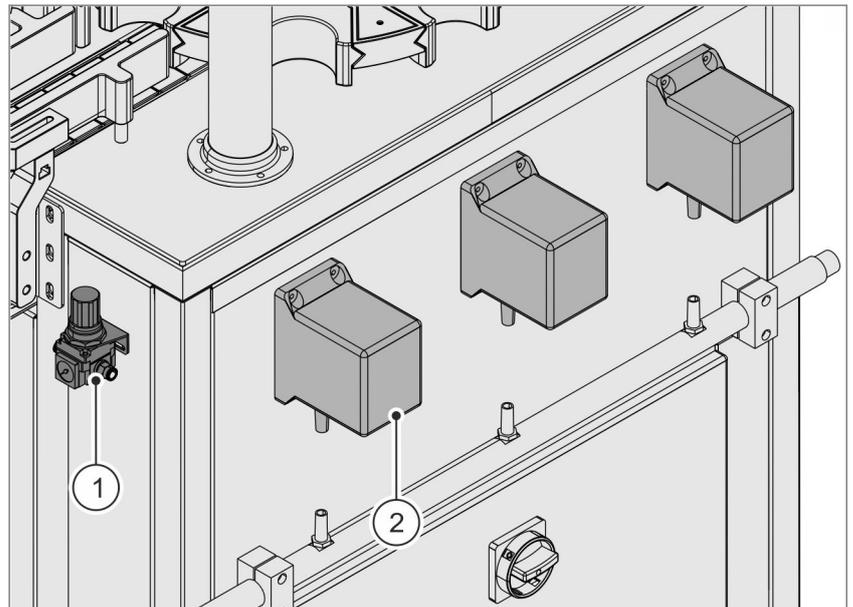

Abb. 14 Druckerhöhungspumpen (Option)
- ① Druckregler Pumpen
- ② Druckerhöhungspumpen
Die Druckerhöhungspumpen (Druckluftmembranpumpen, Abb. 14/②) werden bei Befüllungen ohne vorgelagerten Abfüllmediumtank benötigt, z. B. wenn nicht-CO₂-haltige Abfüllmedien abgefüllt werden.
Über den Druckregler Abb. 14/① wird der benötigte Druck für die Pumpen eingestellt.